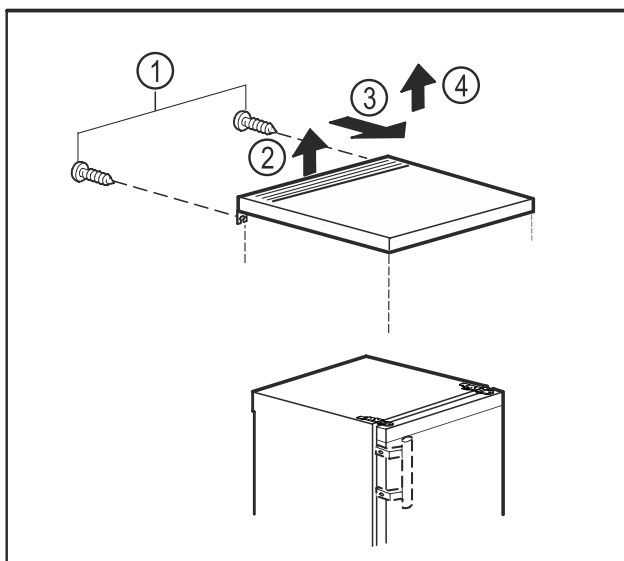

Fig. 9
- ▶ Wyjąć śruby ze ściany tylnej. Fig. 9 (1)
- ▶ Unieść płytę stołu z tyłu. Fig. 9 (2)
- ▶ Przesunąć płytę do przodu. Fig. 9 (3)
- ▶ Wyjąć płytę stołu do góry. Fig. 9 (4)